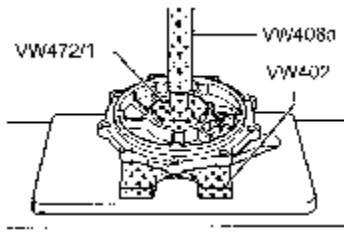

图 9-128 压处圆锥滚柱轴承外圈
(7) 将圆锥滚柱轴承外圈压入盖板内时，使用垫板 VW 472/1 和锥体置入于外圈内，如图 9-128 所示。